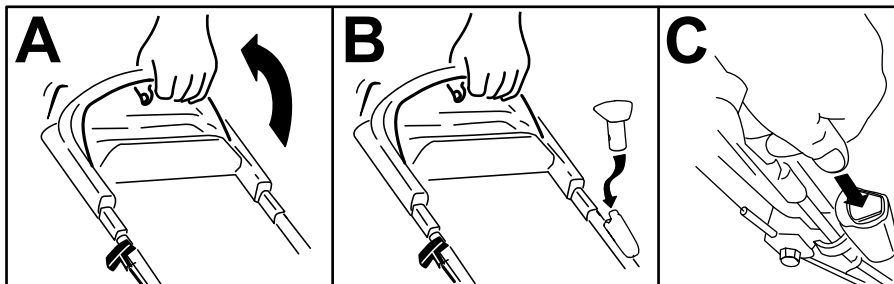

Figura 13
1. Sujete la barra de control de las cuchillas contra el manillar (Figura 13, A).
2. Si se ha retirado el botón de arranque eléctrico, introdúzcalo en el arrancador eléctrico (Figura 13, B).
3. Pulse el botón de arranque eléctrico hasta que arranque el motor (Figura 13, C).